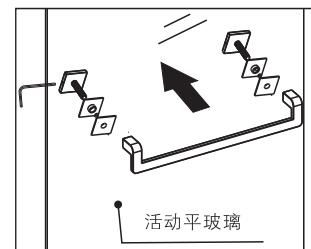

图5-3
8.安装拉手,安装拉手时用六角扳手插入固定盖的侧孔内,拧紧固定盖。(如图5-3所示)。